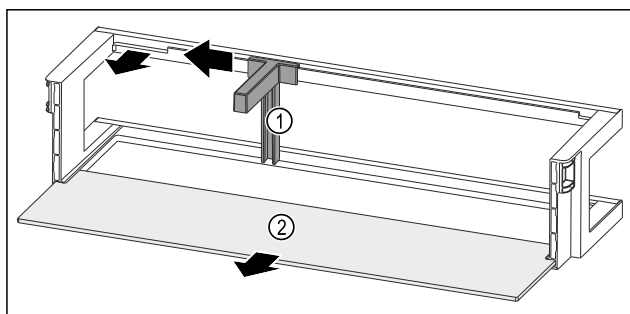

Fig. 89 Raft montat pe ușă cu suport pentru sticle și raft
- ▶ Împingeți în lateral suportul pentru sticle Fig. 89 (1) până la degajare.
- ▶ Extrageți suportul pentru sticle Fig. 89 (1).
- ▶ Extrageți raftul Fig. 89 (2).